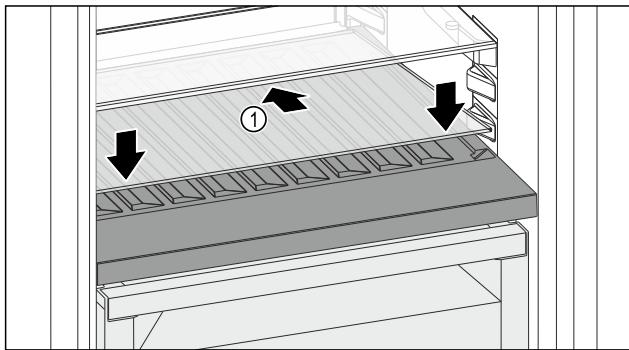

Fig. 146
- Stekleno ploščo Fig. 146 (1) namestite postrani, nagnjeno spodaj nazaj.
- Stekleno ploščo Fig. 146 (1) spustite spredaj.